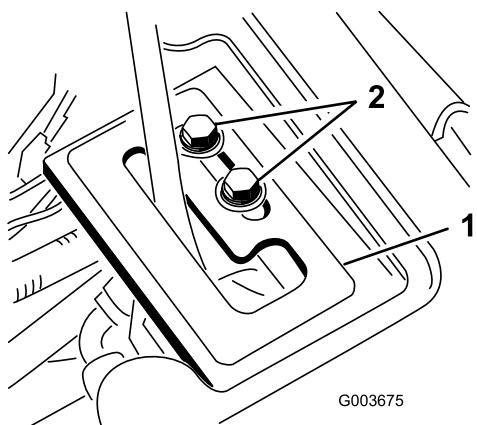

Figura 17
- Inserire la piastra di guida della leva sulla leva di sollevamento e fissarla al telaio senza stringere eccessivamente con 2 viti a testa flangiata e rondelle (Figura 17).
e restringere a mano il cilindro di sollevamento (Figura 17).
7. Serrare entrambe le viti di montaggio della piastra di guida della leva di sollevamento per mantenere la regolazione (Figura 17).